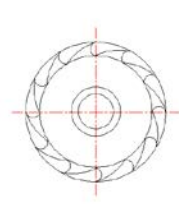
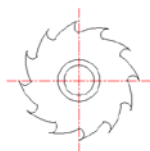

图 4.76 默认点样式
图 4.77 删除处理
(11) 将“点样式”设置为默认值，如图 4.76 所示；在命令行中输入 ERASE（删除）命令并按回车键确定，根据命令行提示进行操作，选择半径为 100、80 的圆进行删除处理，如图 4.77 所示。